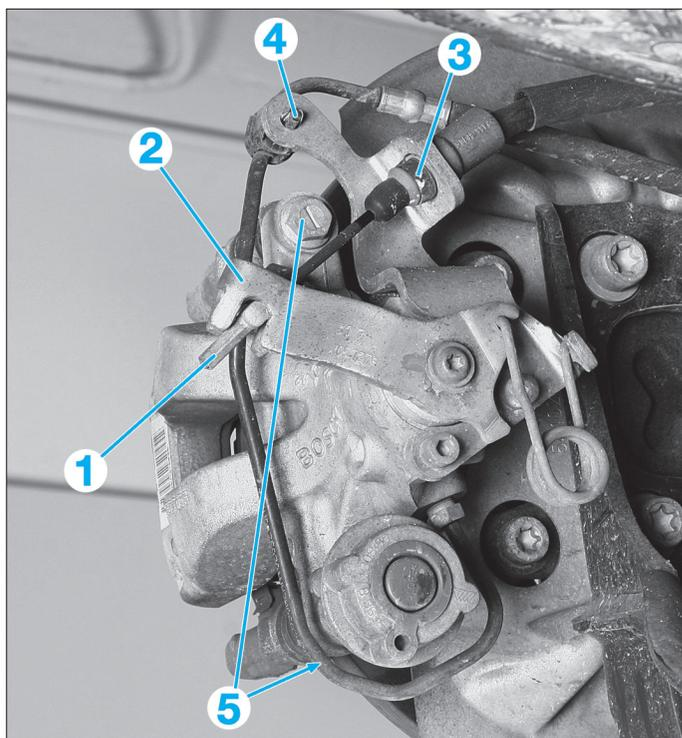

Fig. 20
- Désaccoupler le câble de frein de parking (1) de l'étrier (2) (Fig.20).
- Déposer l'agrafe de maintien (3) du câble de frein de stationnement.
- Dégrafer la canalisation de frein en (4).